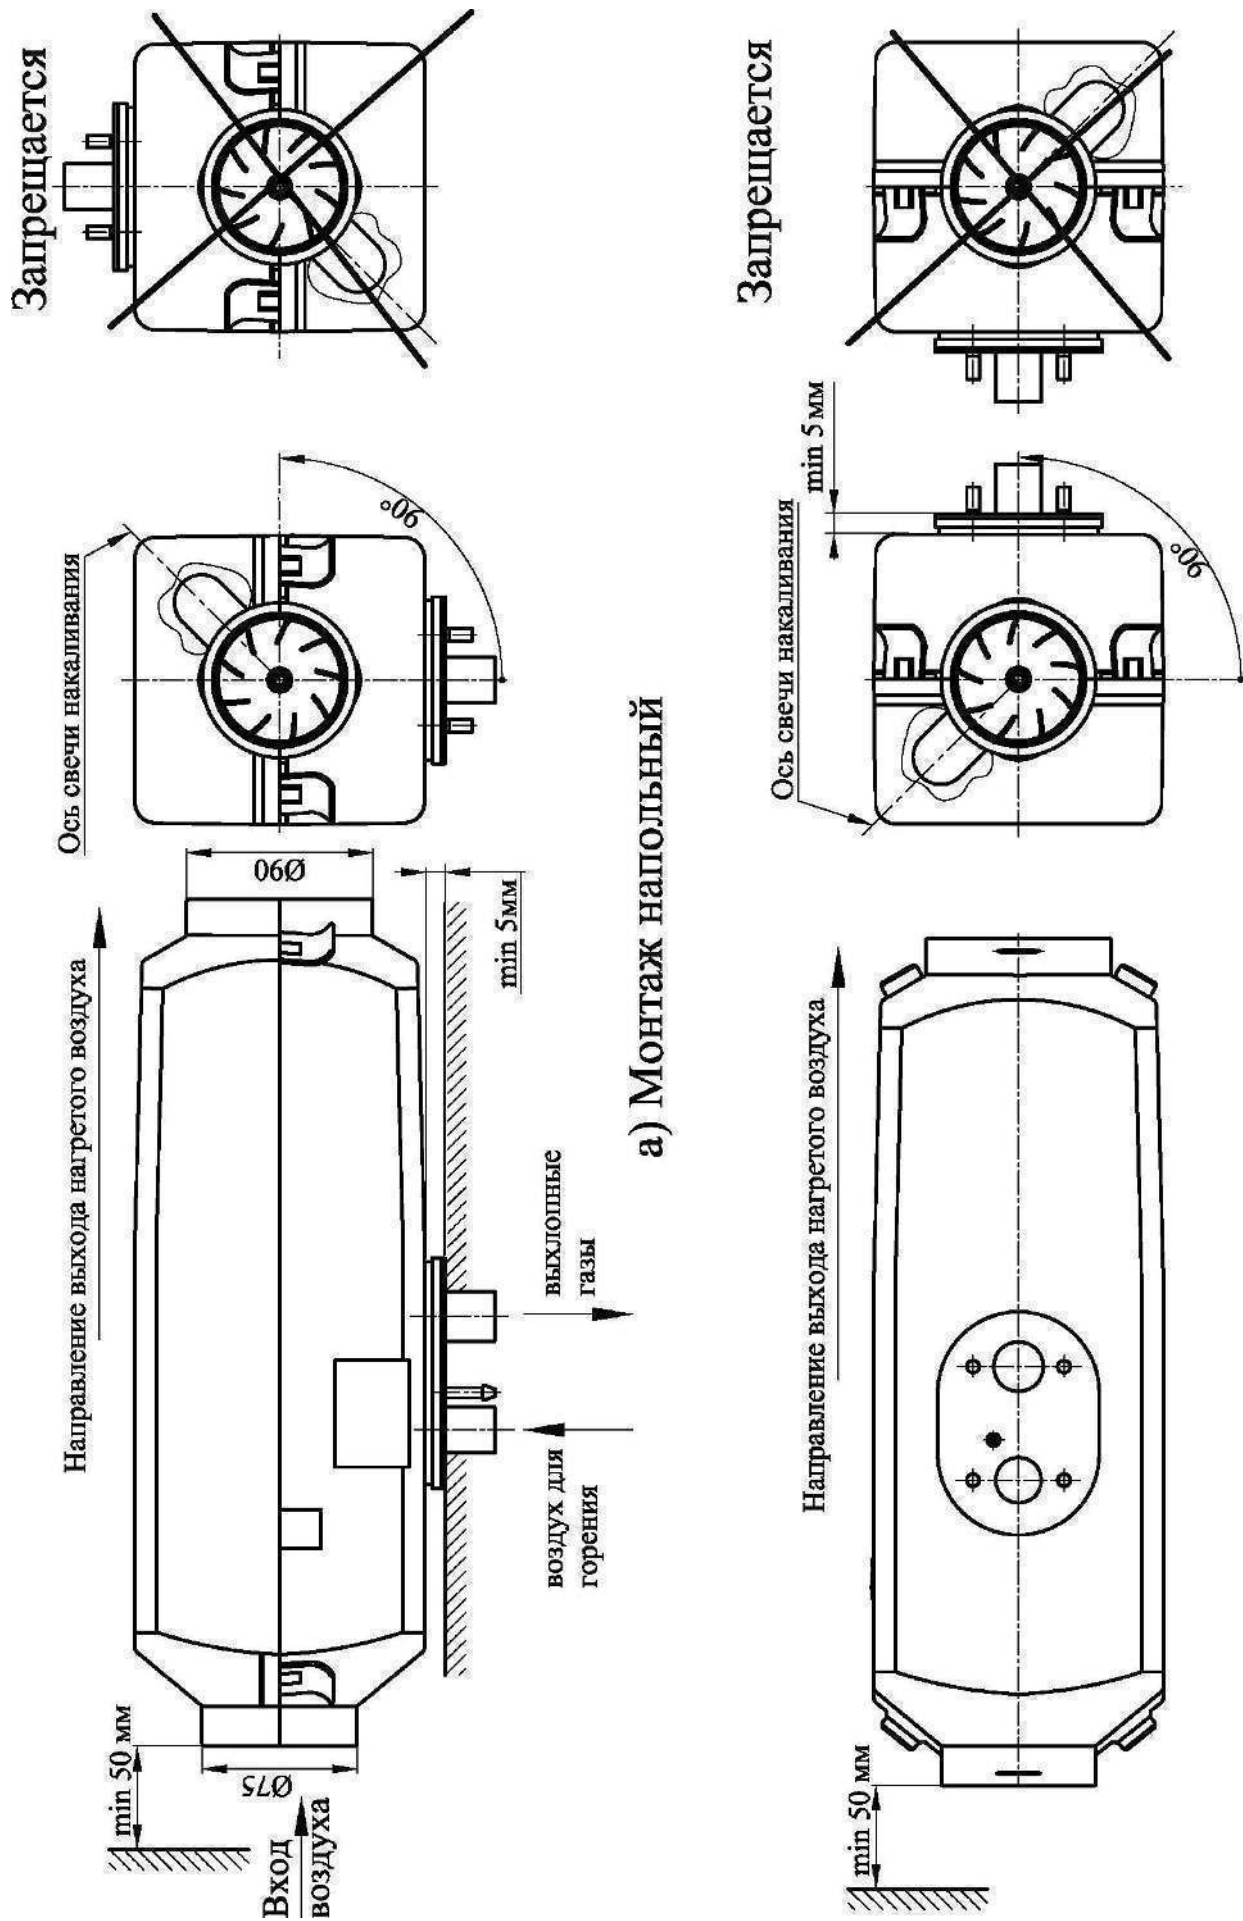

Рис.5 Монтажные положения отопителя
Монтаж отопителя производится с учетом допустимых рабочих положений в соответствии с рис.5.
**Отопитель должен устанавливаться горизонтально, при этом свеча накаливания должна быть в верхнем положении согласно рис. 5.**